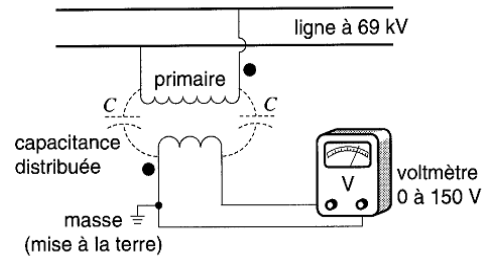

Figure 8. transformateur de tension
Les transformateurs de tension sont des transformateurs de haute précision dont le rapport de transformation varie très peu avec la charge. De plus, la tension secondaire est en phase avec la tension au primaire à une fraction de degré près. Les transformateurs de tension sont utilisés sur les lignes à haute tension pour alimenter des appareils de mesure (voltmètres, wattmètres, etc.) ou de protection (relais). Ils servent (1) à isoler ces appareils de la haute tension et (2) à les alimenter à des tensions appropriées. Le rapport de transformation est choisi de façon que la tension secondaire soit d'une centaine de volts, ce qui permet l'utilisation d'instruments de fabrication courante (0-150 V) pour la mesure de tensions élevées (figure 8).